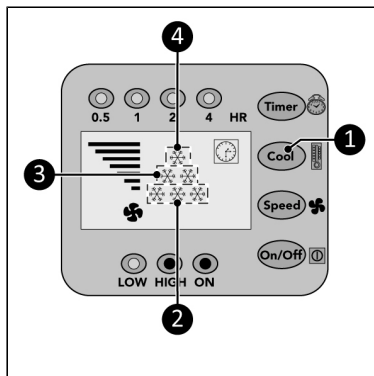

Figura 78.
1. Premere ripetutamente il pulsante raffreddamento (Figura 78, pos. 1) per impostare la temperatura ambiente desiderata:
- 28 °C, sul display verrà mostrato 1 indicatore di raffreddamento (Figura 78, pos. 4).
- 25 °C, sul display verranno mostrati 2 indicatori di raffreddamento (Figura 78, pos. 3).
- 22 °C, sul display verranno mostrati 3 indicatori di raffreddamento (Figura 78, pos. 2).
- <22 °C, sul display verranno mostrati 6 indicatori di raffreddamento (Figura 78, pos. 2, 3 and 4).